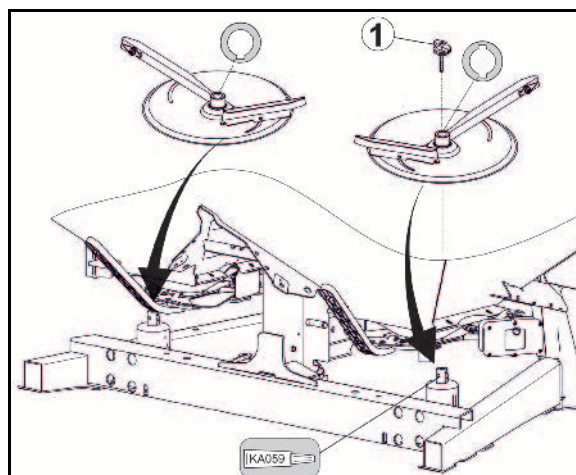

Рис. 66
Для точной настройки без использования инструмента отдельных распределительных лопастей на каждом распределяющем диске расположены две различающиеся, характерные шкалы (Рис. 66/1 и Рис. 66/2).
- Более короткой лопасти (Рис. 66/3) соответствует шкала (Рис. 66/1) со значениями от 5 до 28, а более длинной лопасти (Рис. 66/4) шкала (Рис. 66/2) со значениями от 35 до 55.
- Найдите для короткой распределяющей лопасти (Рис. 66/3) установочное значение на указателе (Рис. 66/5).
- Найдите для длинной распределяющей лопасти (Рис. 66/4) установочное значение на указателе (Рис. 66/6).
- Перевод распределительных лопастей на большее числовое значение шкалы (Рис. 66/1 или Рис. 66/2) ведет к увеличению рабочей ширины захвата.